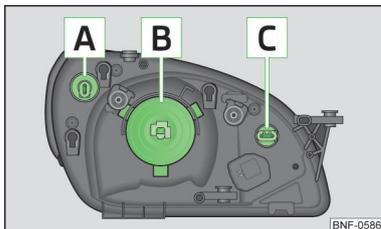
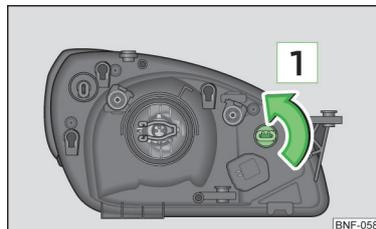

Fig. 128
Fig. 130
Emplacement des ampoules » fig. 128
- Débranchez le connecteur de l'ampoule **B** » fig. 128 à la page 142.
- Tournez la douille avec l'ampoule **C** » fig. 128 à la page 142 dans le sens de la flèche **1** » fig. 130 jusqu'en butée et enlevez-la.
- Tournez la douille avec l'ampoule **A** » fig. 128 à la page 142 dans le sens de la flèche **2** » fig. 131 jusqu'en butée et enlevez-la.